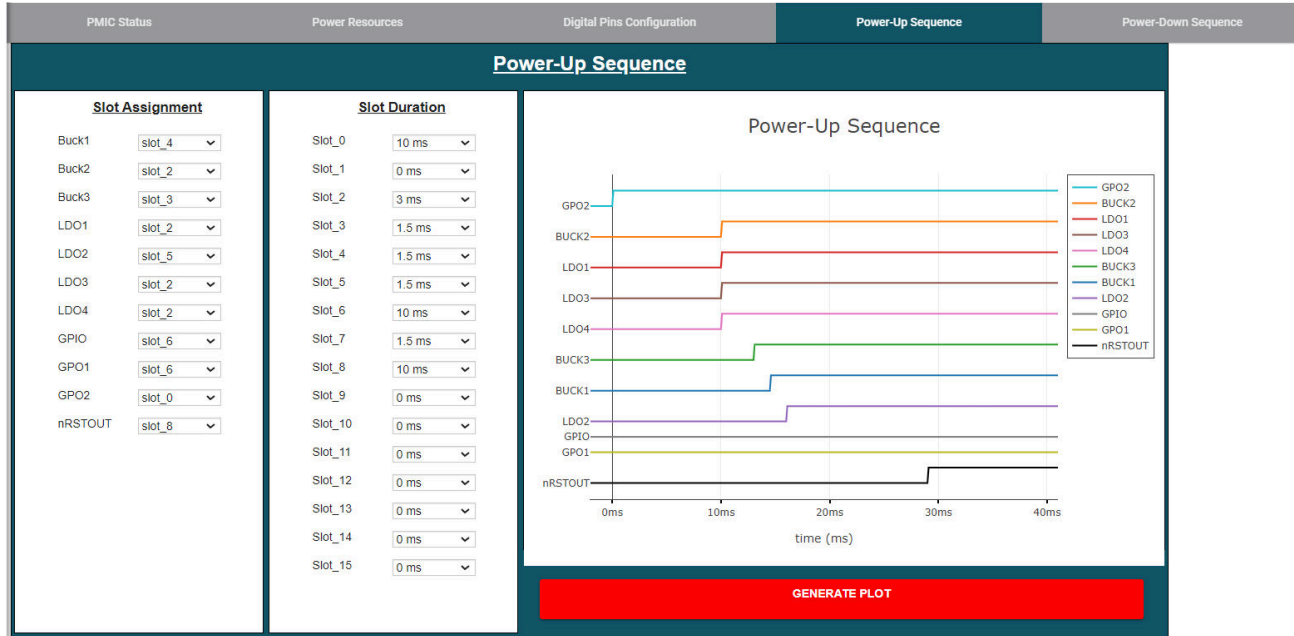

图 4-6. 序列配置
- 图 4-6 显示了使用 TPS65219-GUI 时需要更改的设置